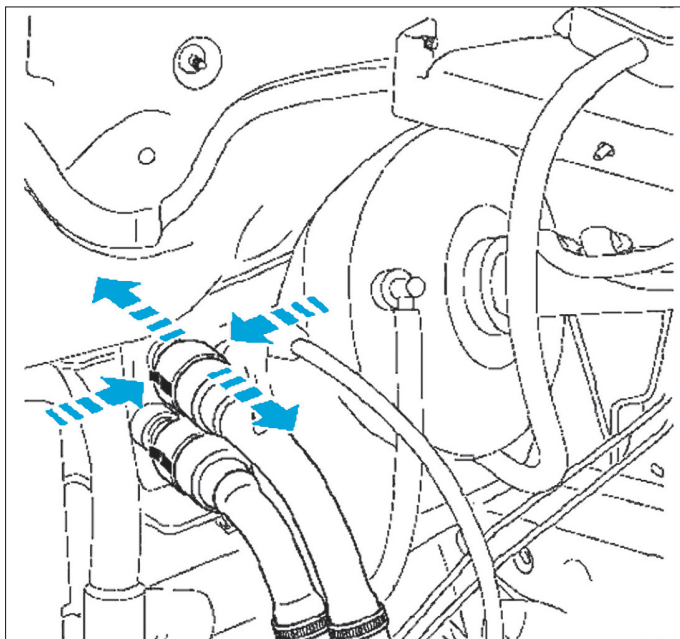

Fig. 12
- Placer une pince durit et débrancher les colliers rapides des durits de chauffage (Fig.12).